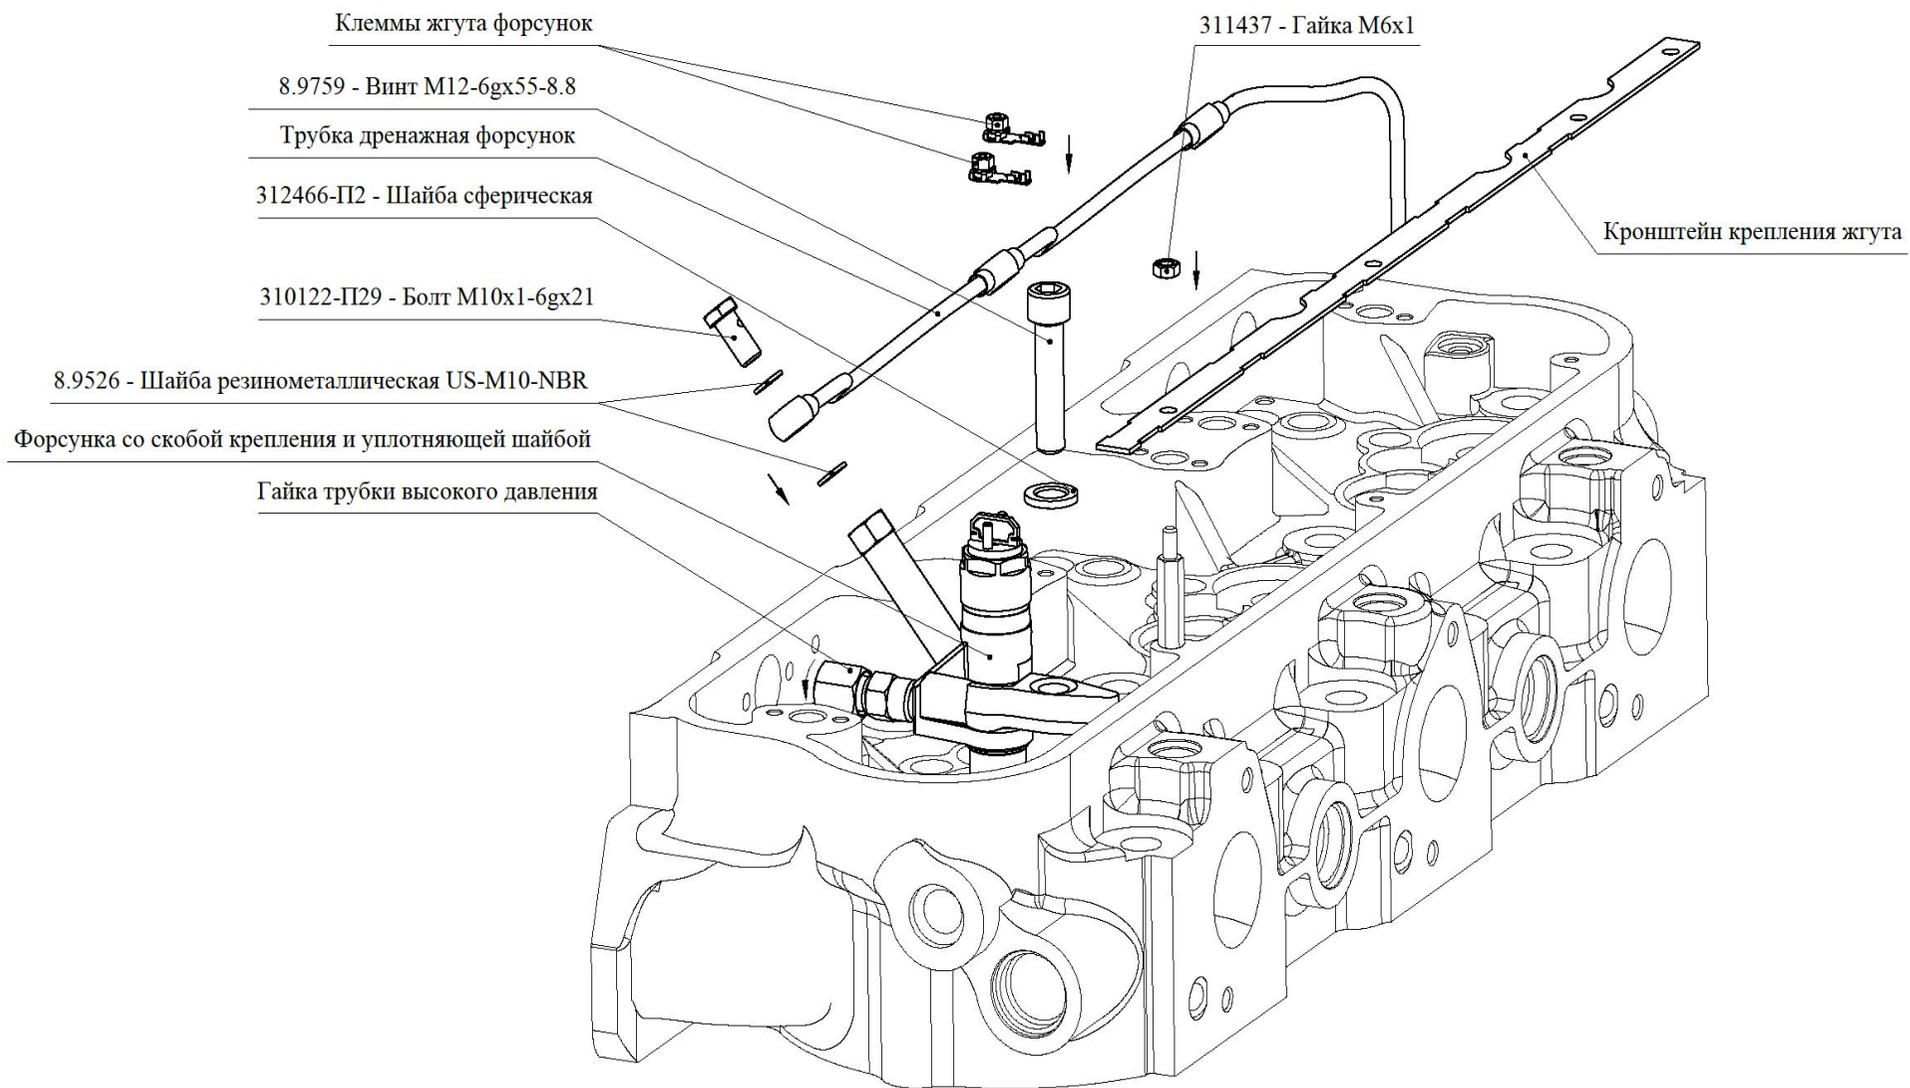

Рис. 6. Фиксация форсунки 8.9760 (А-04-011-00-00-03) в головке блока цилиндров.
11. Установить шайбу сферическую на винт (сферой к скобе) и наживить винт DIN 912 8.8 M12x55 (8.9759) крепления скобы форсунки (Рис. 6).